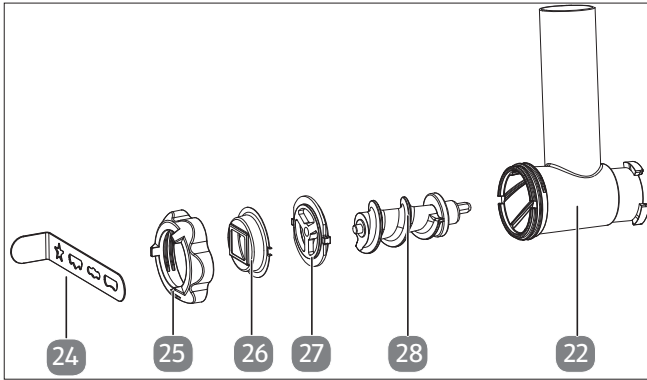

Abb. 21 – Zubehörteile Spritzgebäck
1. Für das Herstellen von Spritzgebäck aus Plätzchenteig montieren Sie den Halter und die Spritzgebäckschablone sowie die Schneckenführung in der Reihenfolge wie dargestellt (siehe Abb. 21).